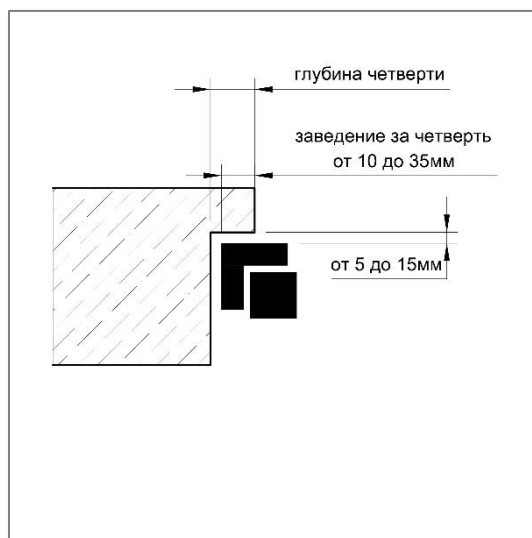

Рис. 3
2.3. **Определяем ширину оконного блока** (рис. 3).